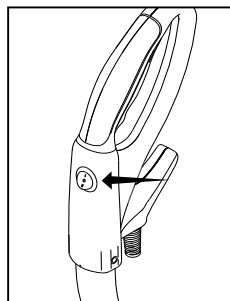

Fig. 2
- El interruptor de encendido ubicado en la manija de la aspiradora es un interruptor de tres vías (Fig. 2). La posición intermedia es el ajuste de apagado ("Off"), la posición trasera es el ajuste de encendido ("On") y la posición hacia adelante es para "Potencia máxima" ("Maximum Power") (Fig. 3).